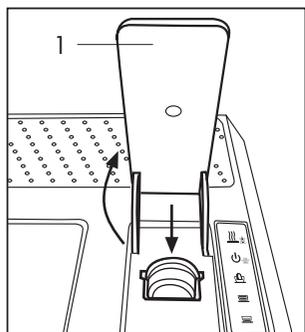

Fig. 9
• Abra lentamente (hasta el tope) la palanca de mando (1) e inserte una cápsula en el espacio específico **(Fig. 9)**